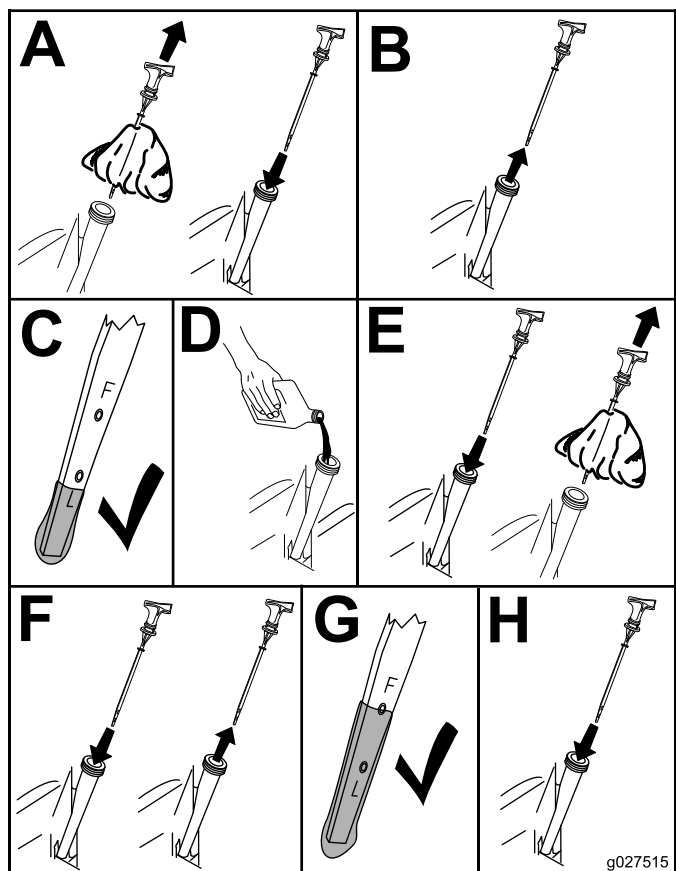

Figure 36
3. Contrôlez le niveau d'huile moteur (Figure 36).